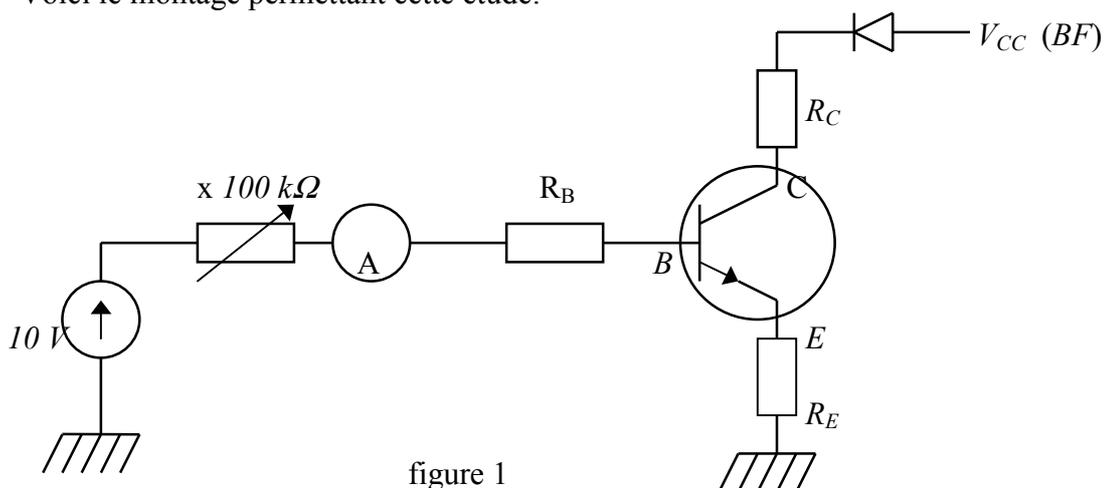

figure 1
- " Câbler le montage suivant le schéma de la figure 1.